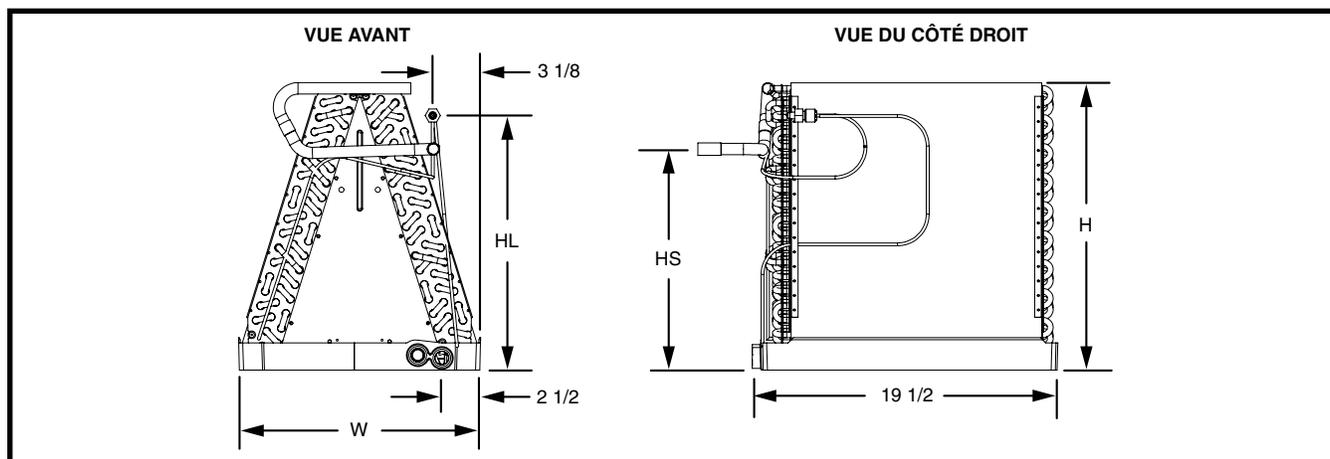

Figure 1. Dimensions du serpentin
2. Installez le boîtier de serpentín sur la sortie d'air de la fournaise et mettez-le au niveau au besoin pour assurer l'évacuation adéquate du condensat. Au besoin, fabriquez une plaque pour adapter le serpentín à l'ouverture d'évacuation d'air. Consultez la Figure 1 (page 3) pour les dimensions du serpentín.